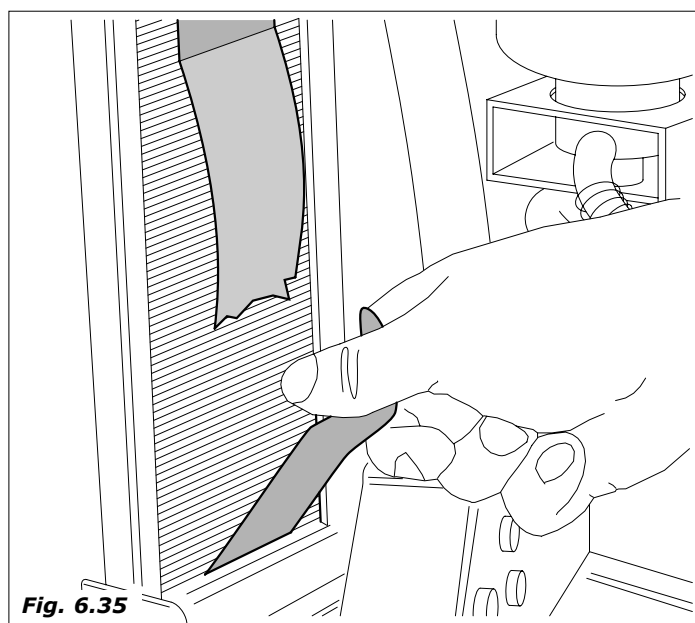

Fig. 6.35
- colocar las paletinas con su papel de embalaje en la columna y cuando estén posicionadas en el fondo, cortar y retirar el papel (Fig. 6.35)